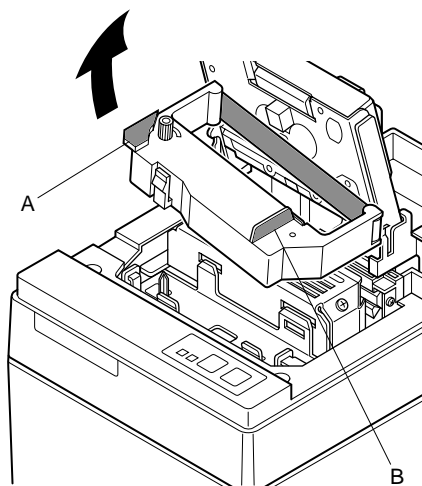

図4-11
- ⑧ リボンカセットを取り外す時は、図4-11のようにAを持ち上げてから、Bを持って取り外してください。